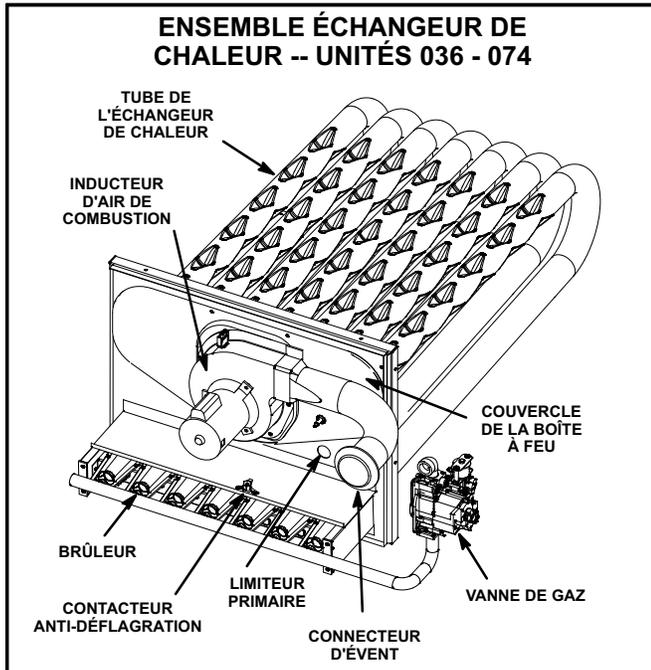
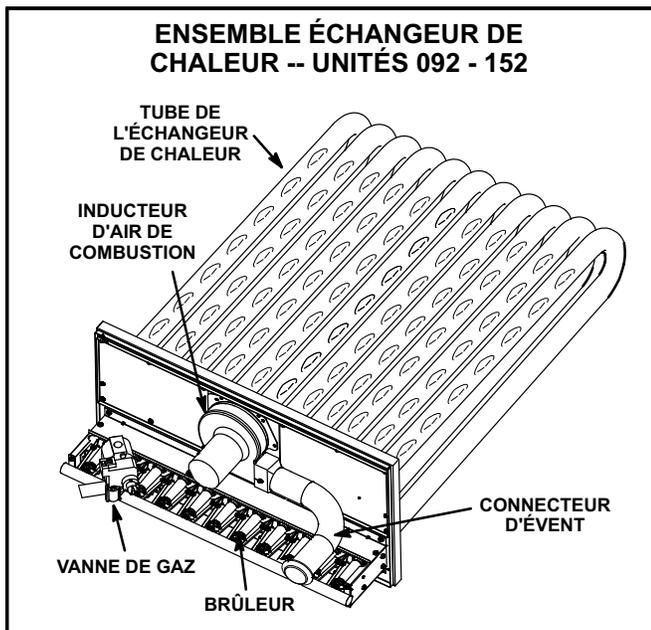
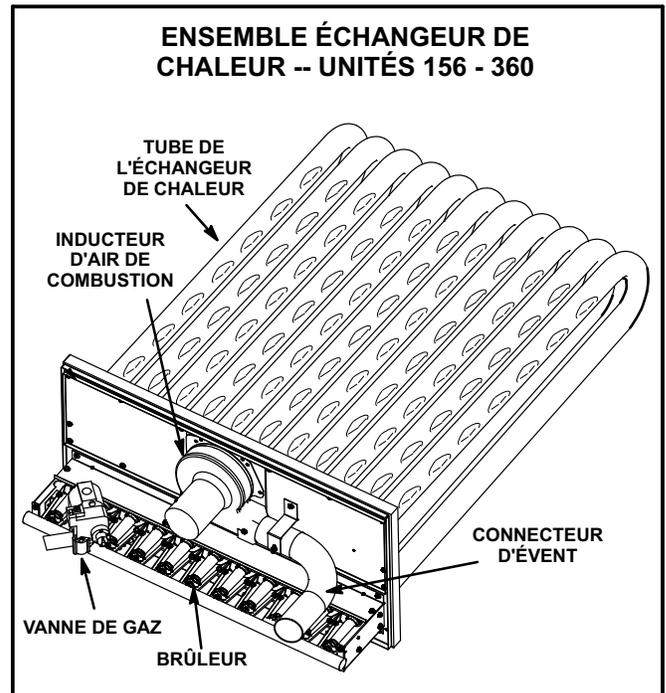

FIGURE 5
FIGURE 6
FIGURE 7
Une fois par an, avant la saison de chauffage, inspecter les volets d'air de combustion, le capuchon d'évent, l'échangeur de chaleur, les brûleurs et l'inducteur d'air de combustion pour détecter toute trace de corrosion ou de détérioration, ou la présence de débris. Retirer les obstructions éventuelles. Voir Figure 5, Figure 6, ou Figure 7.
-024 à -152 n'as pas de la patte supportant le connecteur d'évacuation. Voir Figure 5, Figure 6, ou Figure 7.